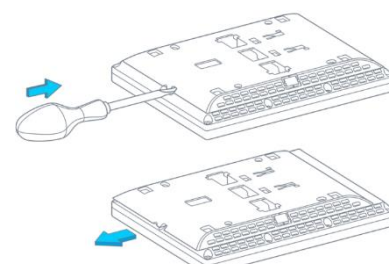

Рисунок 23
1. При помощи шлицевой отвёртки или подобного инструмента отделить кронштейн от контроллера. Для этого необходимо положить контроллер лицевой стороной вниз на плоскую поверхность. Установить отвёртку в отверстие на задней части контроллера и надавить до упора, после чего сдвинуть кронштейн в сторону отвёртки, рисунок 23.